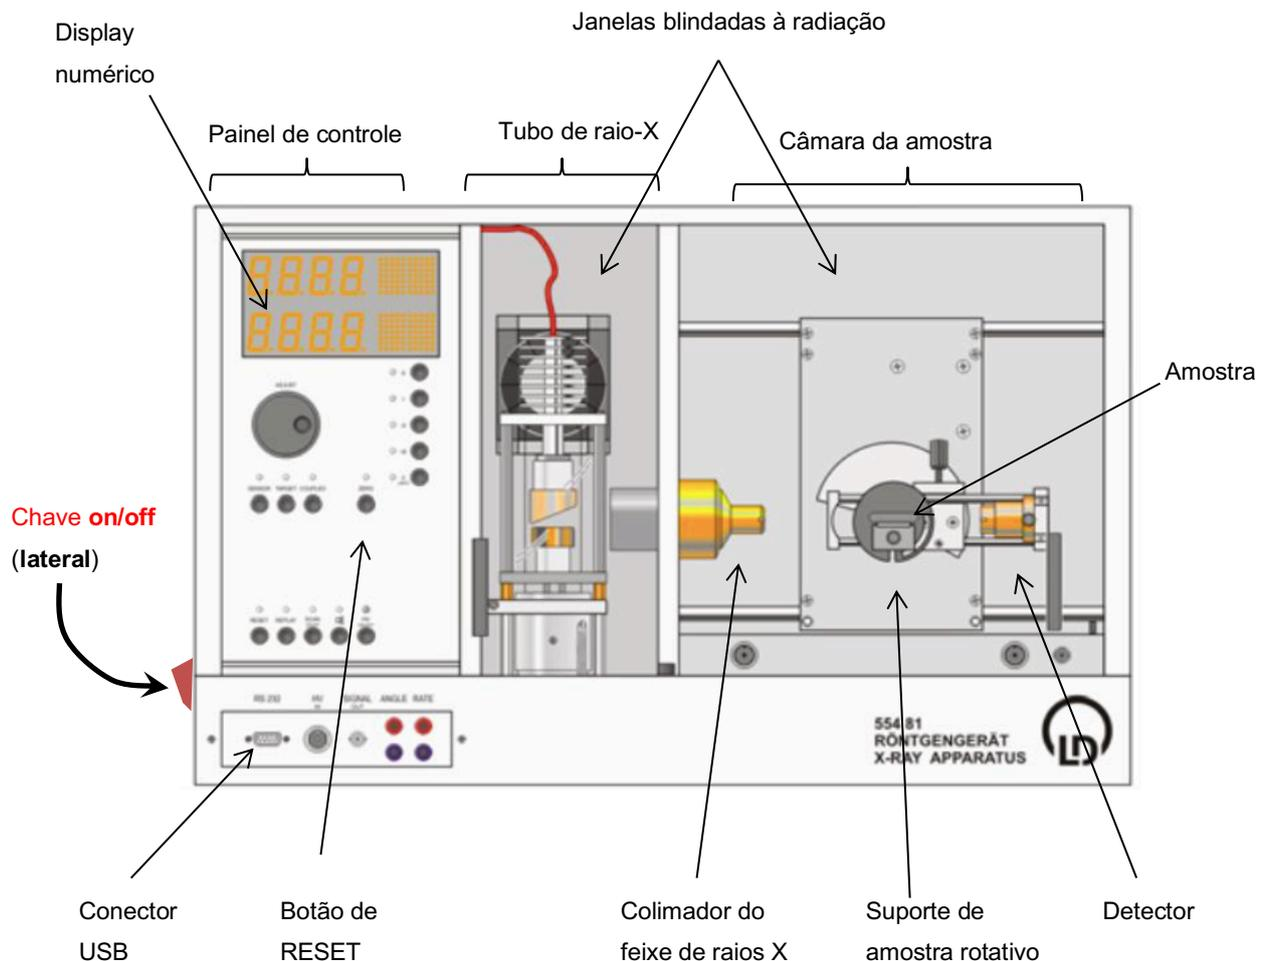

Figura 3 – Itens essenciais do difratômetro
**Para ligar o difratorômetro**: chave liga/desliga (vermelha) localizada no painel lateral esquerdo (veja a figura 3, página 4, adiante).